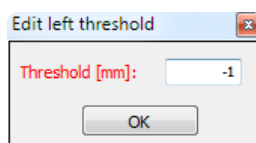

Abb. 3.44: Dialog "Edit threshold"
- Aktivieren Sie, falls noch nicht geschehen, den Modus "Set threshold" (siehe Abb. 3.44).